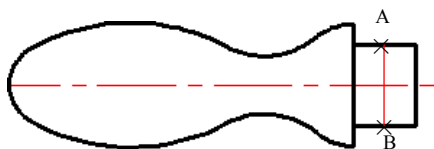
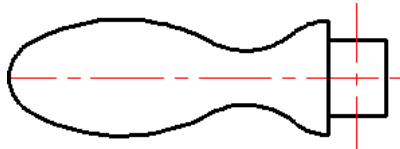

图 17.4.12 绘制垂直中心线
图 17.4.13 调整垂直中心线
Step12. 绘制垂直中心线。绘制图 17.4.12 所示的垂直中心线。在“图层”工具栏中选择“中心线层”图层；选择下拉菜单 **绘图(D)** → **直线(L)** 命令，选择点 A 作为中心线的起点；选取点 B 作为中心线的终点，然后按 Enter 键；选中垂直中心线，通过图形的编辑将其大致调整到图 17.4.13 所示的大小。